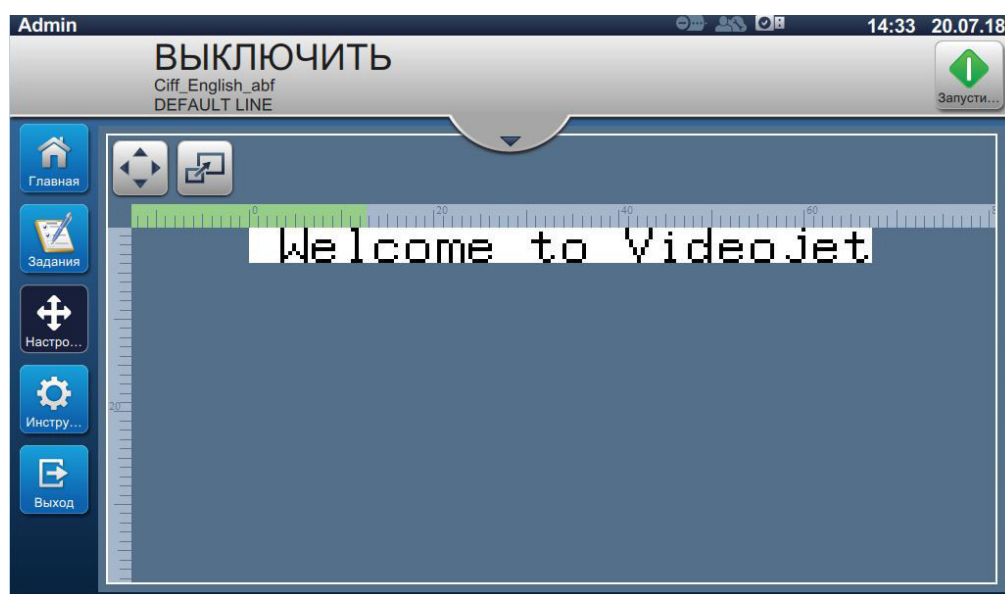

Рис. 4-8: Окно настройки
1. Нажмите кнопку  на главном экране. Откроется экран, как показано на Рис. 4-8.